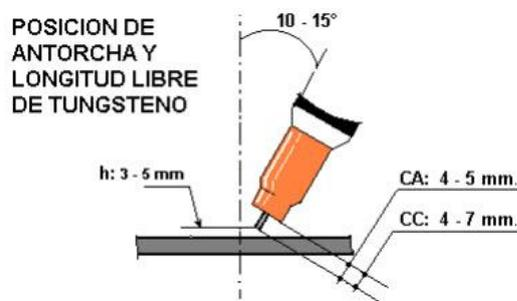

Figura 7
- El ángulo de inclinación de la torcha debe estar entre 10° y 15° como se indica en la figura 7.